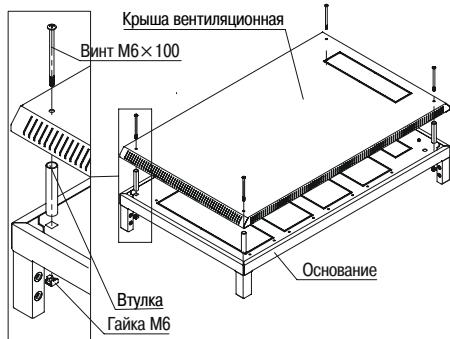
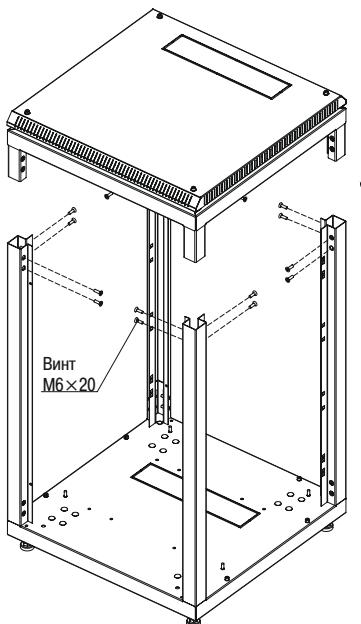

Рисунок 2 – Верхнее основание
Рисунок 4 – Установка «основания-крыши»
3.1.2 Соедините и закрепите верхнее основание с крышей вентиляционной, установите винты M5×16 (2 шт.) с цилиндрической головкой (рисунок 2).
3.1.4 Вставьте в стойки собранный узел основание-крыша (рисунок 2), закрепите винтами (рисунок 4).